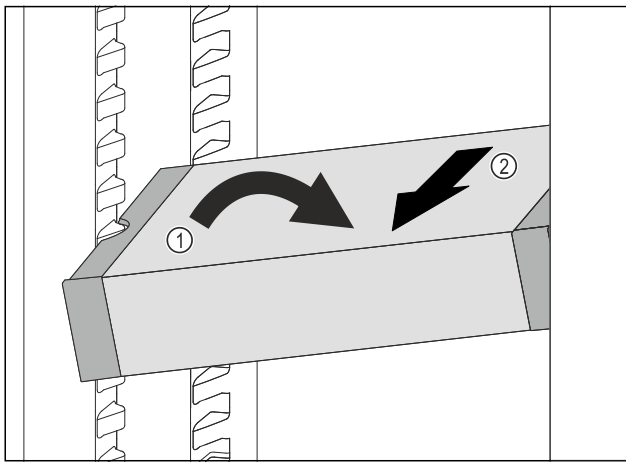

Fig. 136
- ▶ 在冷藏区中倾斜 VarioSafe。 Fig. 136 (1)
- ▶ 向前取出 VarioSafe。 Fig. 136 (2)